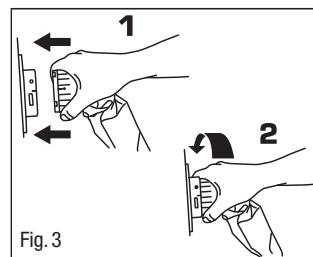

Fig. 3
5. Anslut luftslangen till enheten genom att matcha den svarta linjen på luftslangen med den svarta linjen på strömenhetens anslutning och tryck ihop. Vrid madrassens slanganslutning medurs tills den gröna indikatorn fyller indikatorhållet på strömenhetens anslutning (Fig. 3).